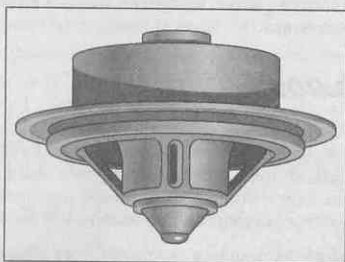

Рис. 14.17. Термостат устанавливается пружинной стороной вниз
7. Установите новый термостат, положив его пружинной стороной вниз (рис. 14.17), а затем закрутите болты.